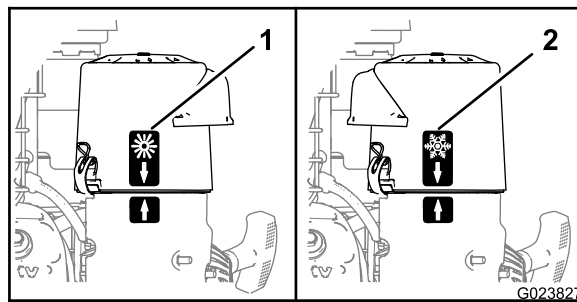

Bild 13
- Bei Betrieb in **kalter Umgebungsluft** (Kaltlufttemperatur und -feuchtigkeit): positionieren Sie die Luftfilterabdeckung so, dass der Aufkleber mit der Schneeflocke nach außen zeigt (Bild 13).
- Bei Betrieb in **normaler Umgebungsluft:** positionieren Sie die Luftfilterabdeckung so, dass der Aufkleber mit der Sonne nach außen zeigt (Bild 13).